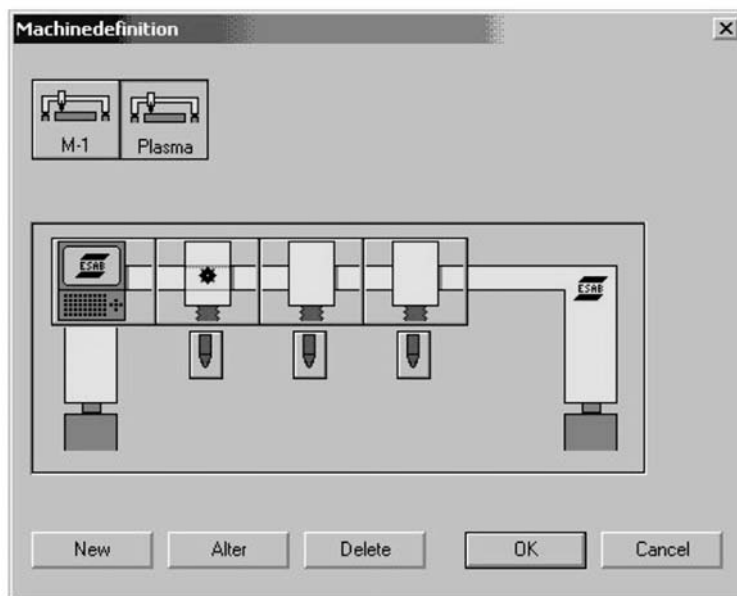

Рисунок 2.8 – Изображение машины с каретками
**Выбор машины и кареток.** В ПО COLUMBUS перед тем, как открыть окно «Выбор машины», все окна модуля управления раскладкой, а также окна модуля управления данными должны быть закрыты. Выберите из панели команд сначала «Опции», затем – «Выбор машины» или щелкните левой кнопкой мыши по пиктограмме . После этого появится изображение машины со всеми каретками (рисунок 2.8).